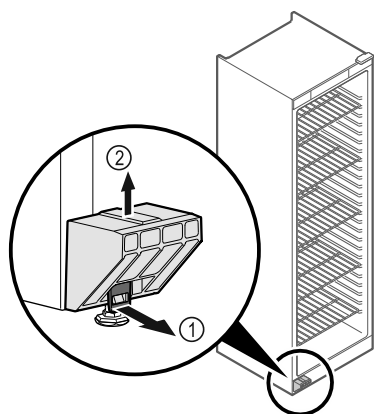

Fig. 1
- ▶ Pavelciet uzliktni Fig. 1 (1) uz priekšu.
- ▶ Nobīdīet transportēšanas stiprinājumu Fig. 1 (2) virzienā uz priekšu.